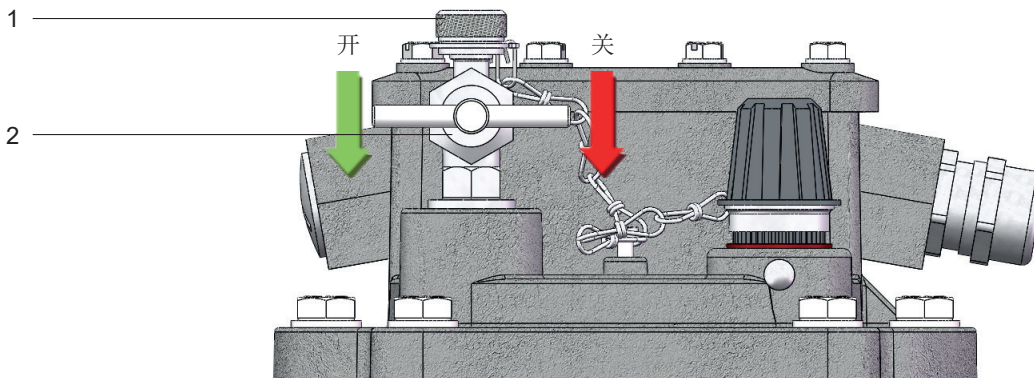

图11 - 放气阀
- 从放气阀（图11中2）上拧下小闷盖螺母（图11中1）并打开放气阀（沿逆时针方向旋转）